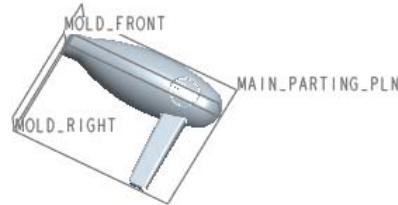

图 8.4 参考件组装完成后
Step4. 选中 **按参考合并** 单选项，然后在 **参考模型** 区域的名称文本框中接受系统给出的默认的参考模型名称 BLOWER_MOLD_REF (也可以输入其他字符作为参考模型名称)，单击 **确定** 按钮。系统弹出“警告”对话框，单击 **确定** 按钮。参考件组装完成后，模具的基准平面与参考模型的基准平面对齐，如图 8.4 所示。